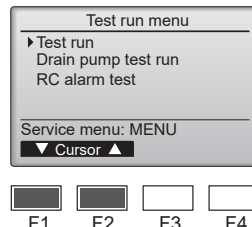

Fig. 7-4
(4) Seleccione "Test run" (Modo prueba) con el botón [F1] o [F2], y pulse el botón [SELECT/HOLD]. (Fig. 7-4)